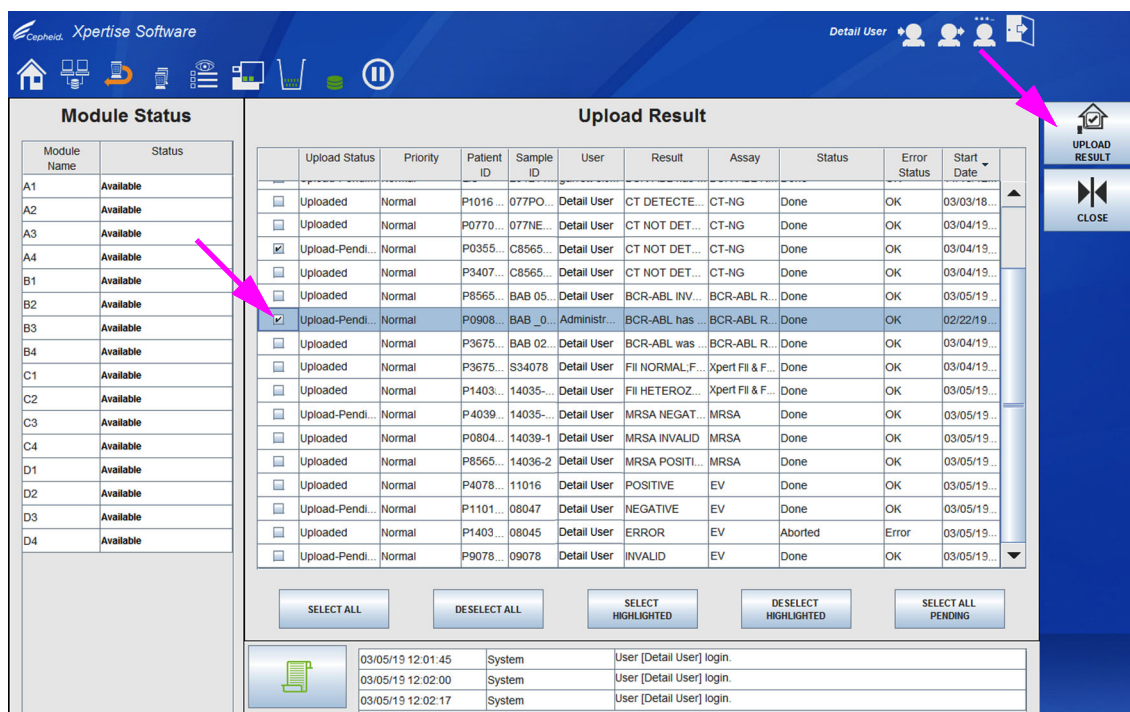

図 5-189. 結果のアップロードワークスペース、完了したテストのホストへのアップロード待機中を表示
1. 結果の表示（View Results）ワークスペースで、**結果のアップロード（UPLOAD RESULT）** ボタンを選択します（図 5-188 を参照）。結果のアップロード（Upload Result）ワークスペースが表示され、完了したテストのリストが表示されます。図 5-189 を参照。
3. **結果のアップロード (UPLOAD RESULT)** ボタンを選択して、選択したテスト結果をホストにアップロードします。図 5-189 を参照。